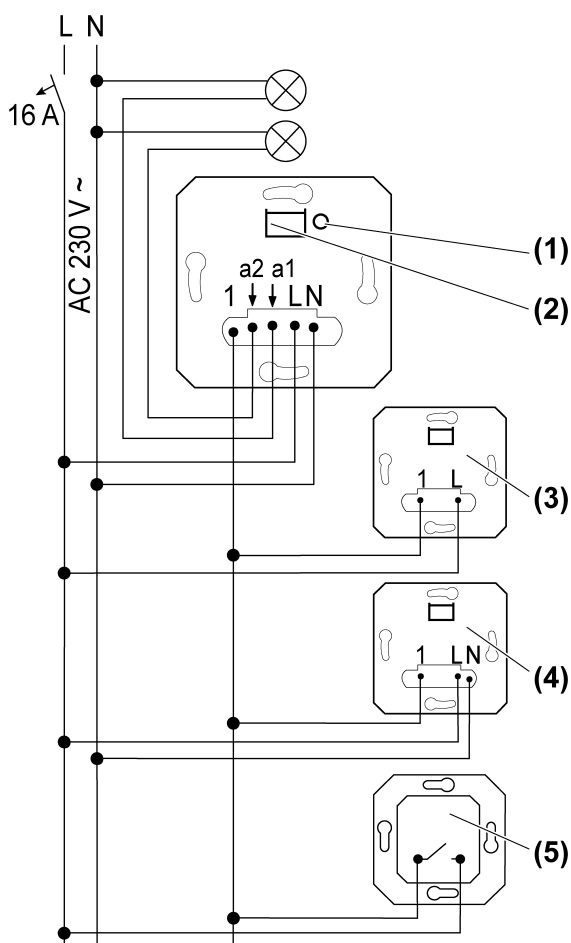
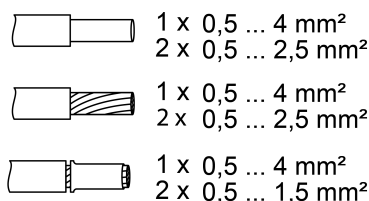

Figura 1: Schema di collegamento con regolatori esterni opzionali
Figura 2: Sezione trasversale conduttore
- Collegare l'inserto di commutazione secondo lo schema di collegamento (Figura 1). Rispettare le sezioni dei conduttori collegabili (Figura 2).
- i** Tramite breve azionamento del tasto **TEST** (1), il carico può essere attivato su entrambe le uscite (stati di commutazione: **a1** on **a2** off, **a1** off **a2** on, **a1** e **a2** on, **a1** e **a2** off).